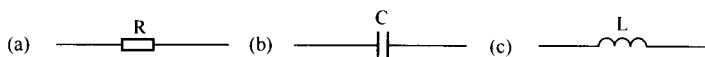

图 1.2.1 电阻器、电容器和电感器
它们都是两端线性无源元件，如图 1.2.1 所示。① 电阻器的特点是对直流和交流一视同仁，任何电流通过电阻器都要产生电压降，其主要作用是限流与降压、分压、分流和负载。② 电容器的特点是隔直流通交流，且交流电的频率越高容抗越小，容抗值为  $X_C = 1/(2\pi fC)$ ，电容器常用于信号耦合、旁路、滤波、移相、微分与积分电路等。③ 电感器的特点是通直流阻交流，且交流电的频率越高感抗越大，感抗  $X_L = 2\pi fL$ 。电感器主要用作高频阻流、滤波以及谐振回路。